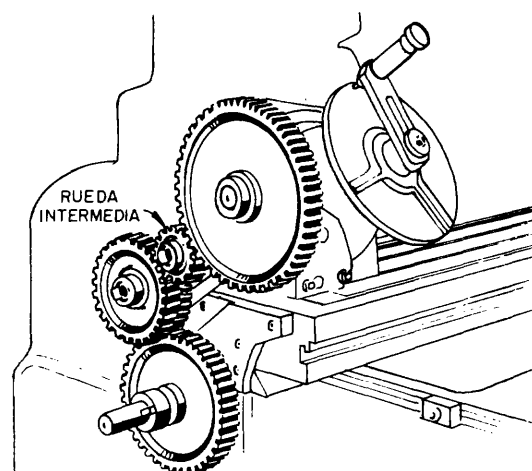

Fig. 7
- 1) Cuando se quiere invertir el sentido de giro, es necesario montar una rueda intermediaria (fig. 7).